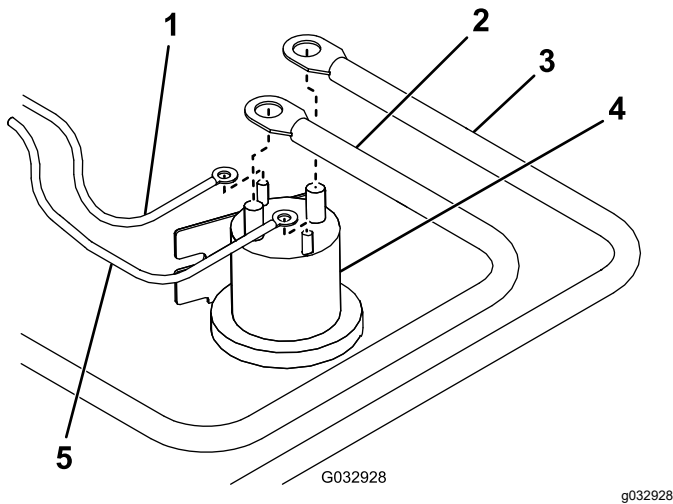

Bild 11
- Schließen Sie das weiß/schwarze Kabel vom Kabelbaum an den kleinen Pol an der Pumpenstromspule an (Bild 11).
- Schließen Sie das braune Kabel vom Kabelbaum an den anderen kleinen Pol an der Pumpenstromspule an (Bild 11).
- Schließen Sie das rote Strom- bzw. Erdungskabel am großen Pol an der Pumpenstromspule an (Bild 11).
- Schließen Sie das Batteriekabel am anderen großen Pol an der Pumpenstromspule an (Bild 11).